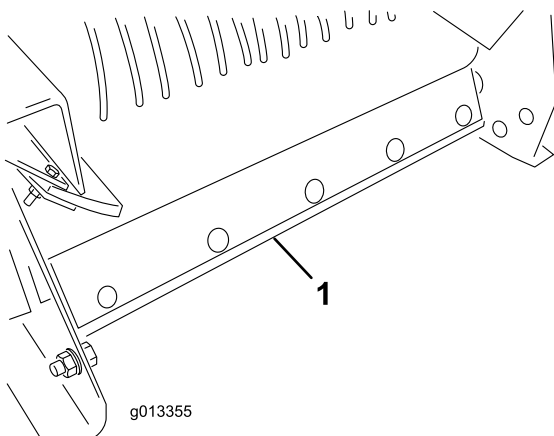

Рисунок 56
5. Снимите скребок ленты транспортера в сборе с задней части машины (**Рисунок 56**).